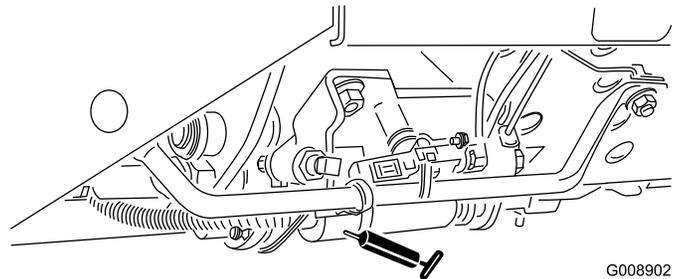

Figure 37
- Sélecteur de tonte/transport (Figure 37)